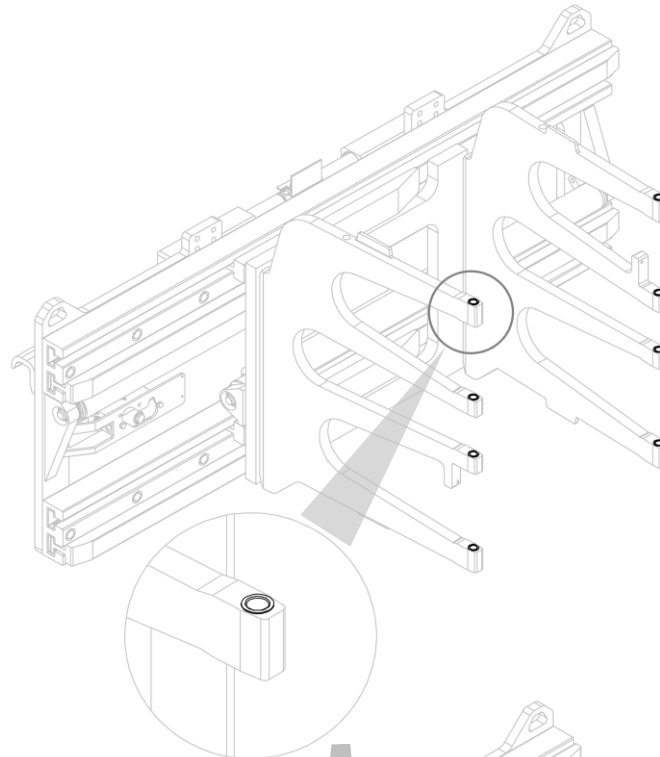
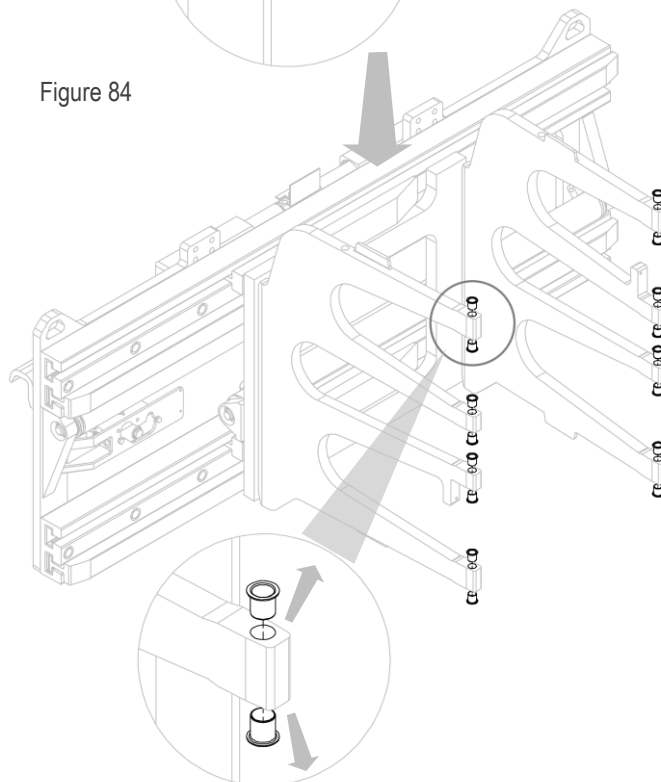

Figure 84
Figure 85
3. Retirer les bagues de leur logement (voir *Figure 84* et *Figure 85*).